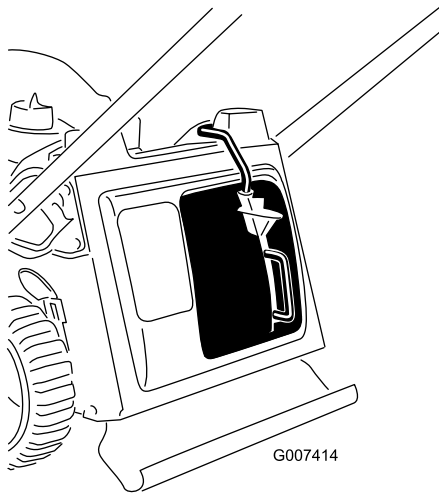

Figura 12
3. Suelte el botón de la palanca y asegúrese de que la parte superior de la palanca está introducido hasta el fondo de la ranura (Figura 12). Si la parte superior de la palanca no está introducido hasta el fondo de la ranura, ¡su máquina no arrancará.